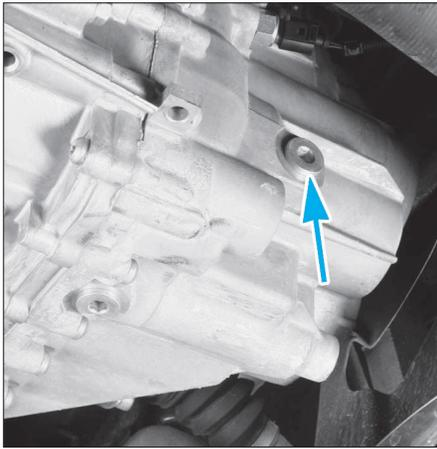

FIG. 1
- Déposer la vis de remplissage/niveau (Fig.1).